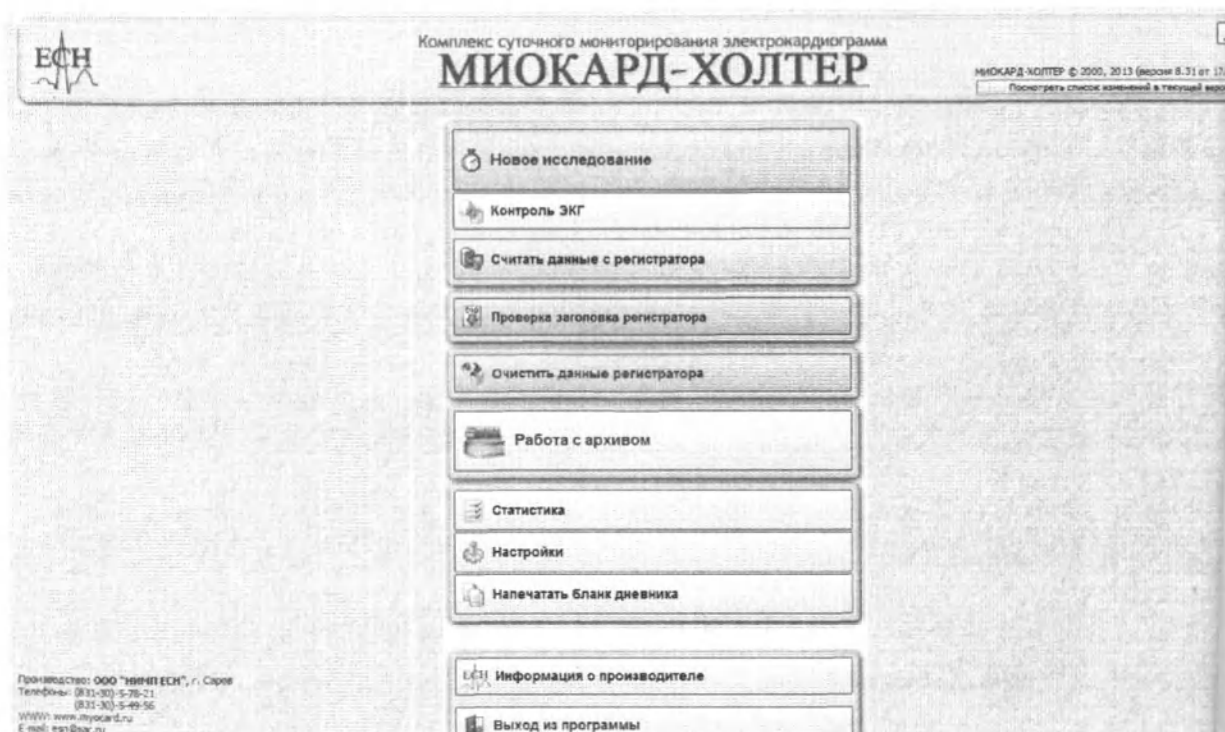

Рис. 11. Главное окно программы «Миокард-Холтер-2»
2. В главном окне программы нажмите на кнопку «Новое исследование» (Рис. 11)